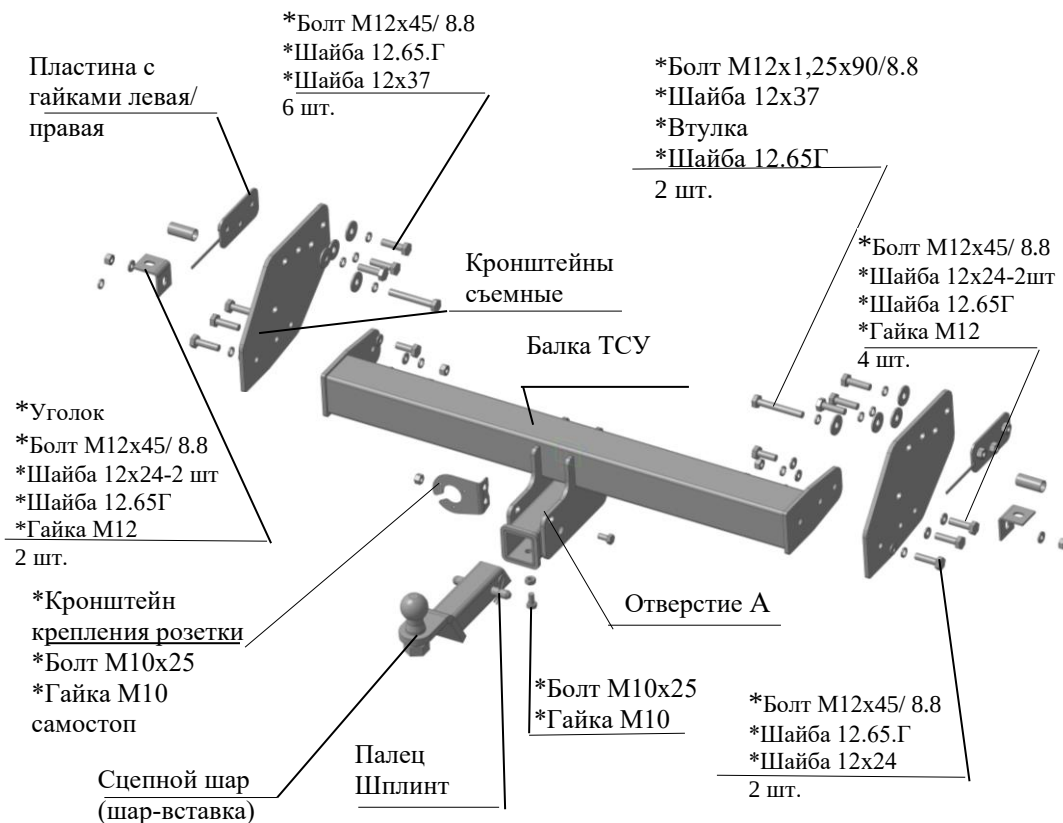

Рис.1 Тягово-цепное устройство ТСУ 8031.
2.1 ТСУ 8031 в сборе (рис.1)	1 шт.
2.2 Пакет с комплектующими (см. рис.1)+защитный колпак	1+1 шт.
4.2 Установить левый съемный кронштейн на левую внутреннюю стенку рамы автомобиля, вставив в раму пластину с гайками, закрепив крепежом соответственно рис.1, и болтом М12х1,25х90, используя крепеж соответственно рис.1 и гайки штатные. Крепеж не затягивать.
4.3 Установить уголок к нижней поверхности рамы (используя штатный крепеж) и закрепить к левому съемному кронштейну крепежом соответственно рис.1. Крепеж не затягивать.
4.5 Установить балку ТСУ к съемным кронштейнам, используя крепеж соответственно рис.1.